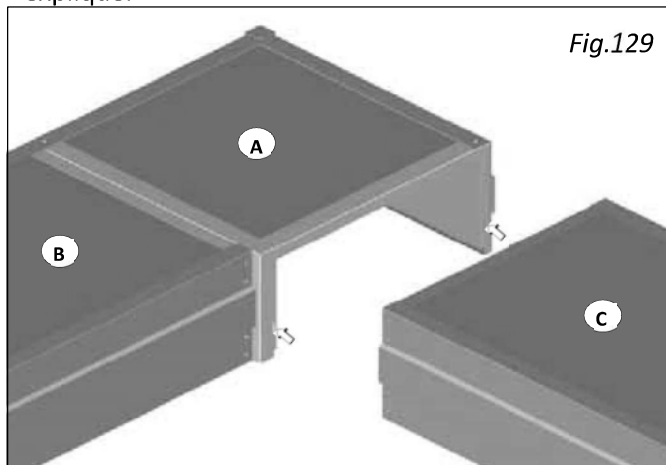
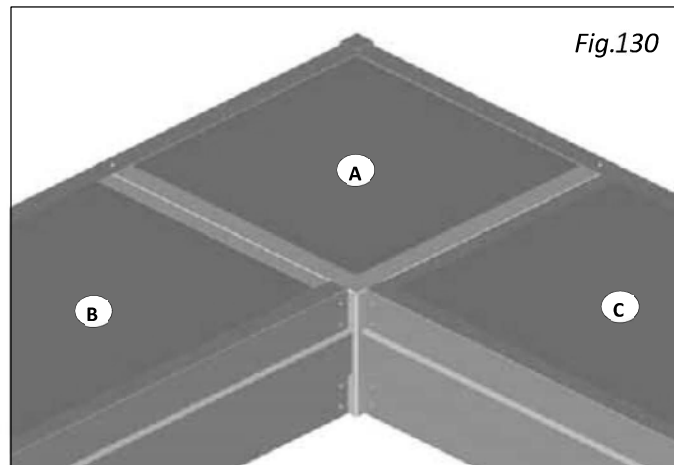

Fig.129
Fig.130
Accrocher au module courbe (A) précédemment fixé, le deuxième module linéaire (C) au moyen de l'ergot et boutonnière (fig. 129), comme expliqué précédemment. Fixer avec les deux boulons (fig. 130).